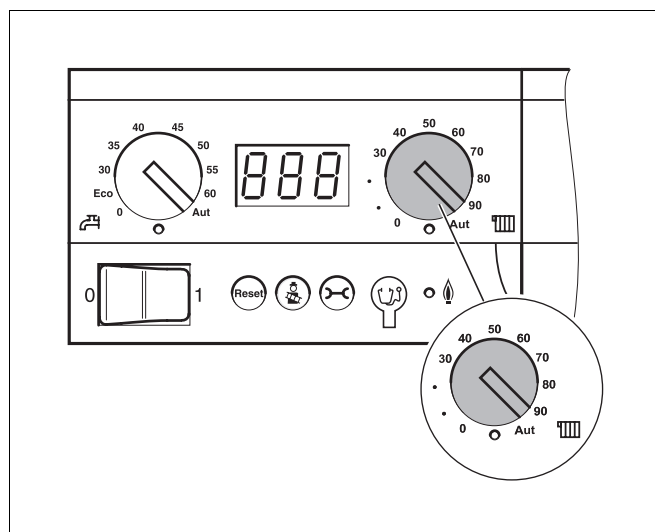

Abb. 12 Drehknopf „maximale Kesseltemperatur“
- Drehknopf (Abb. 12) drehen, um die maximale Kesselwassertemperatur (Kesselvorlauftemperatur) einzustellen.